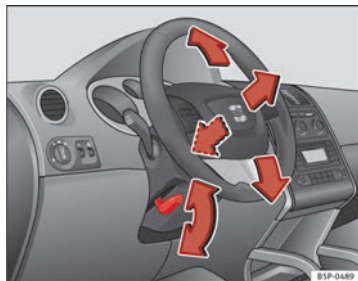

Fig. 137 Réglage de la position du volant
- Poussez le levier $\Rightarrow$ fig. 137 situé sous la colonne de direction vers le bas $\Rightarrow \triangle$.